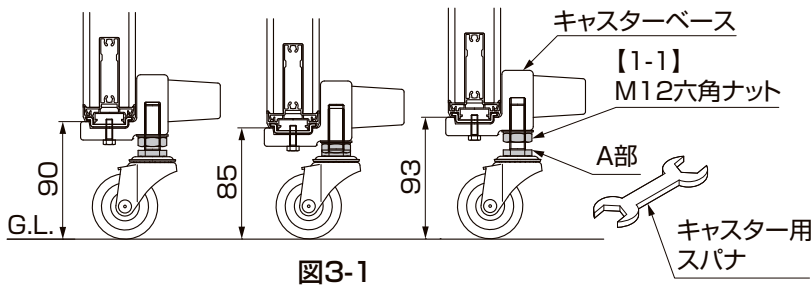

図3-1
- ①門扉を閉めた状態でキャスターのA部を回してキャスターの高さを調整し、キャスターを接地させて、[1-1]をキャスターベースにしっかりと固定してください。(図3-1参照)